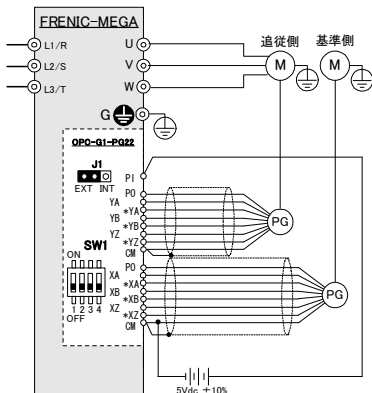

図 2.2 OPC-G1-PG22 の接続図
■ OPC-G1-PG22 の接続例を図 2.2 に示します。